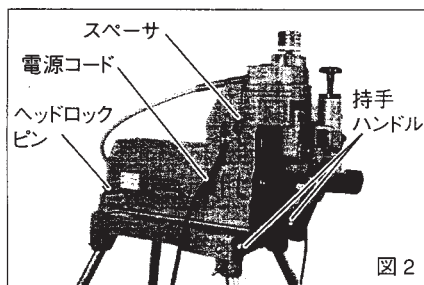

図 2
- ⑤ ロックピンの操作は正しく行ってください。(図2、図12参照)